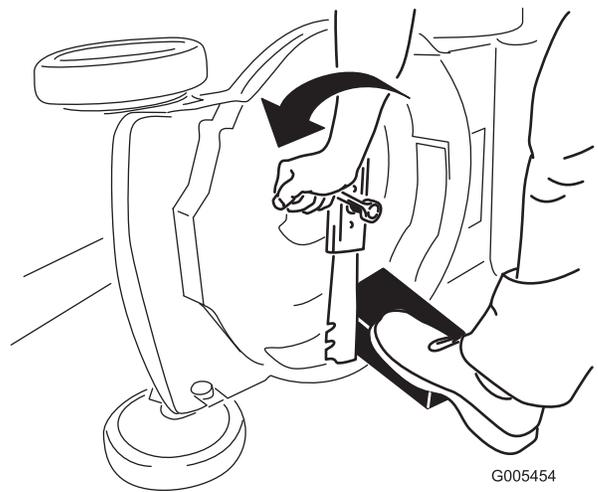

Figura 50
3. Usate un blocco di legno per tenere ferma la lama (Figura 50).
4. Togliete la lama e conservate la bulloneria di montaggio (Figura 50).